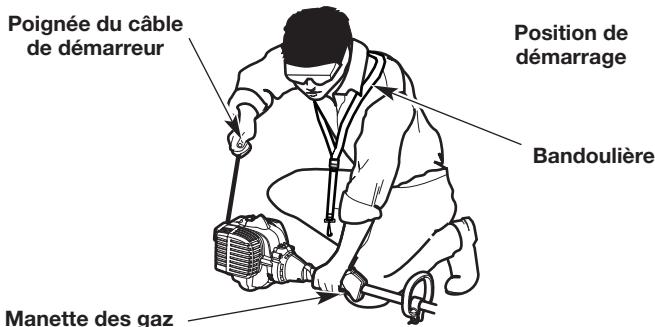

Fig. 12
AVERTISSEMENT : évitez tout démarrage accidentel de l'appareil. Pour éviter toute blessure grave, l'opérateur et l'appareil doivent être tous deux en position stable quand l'opérateur tire sur le câble de démarreur (Fig. 12).
3. Accroupissez-vous en position de démarrage (Fig. 12).
5. Tirez sur la corde de démarrage en effectuant un mouvement contrôlé et ferme à **5 reprises** (Fig. 12).
7. Tirez sur le cordon de démarrage 5 fois de suite d'un mouvement contrôlé et ferme pour démarrer le moteur (Fig. 12).